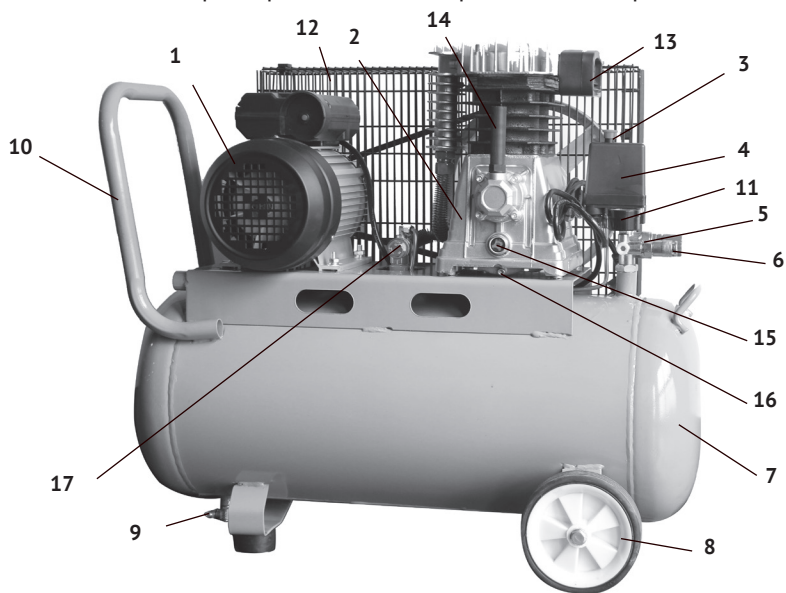

рис. 1
4.1 Общий вид компрессора схематично представлен на рис.1
4.2 Картер компрессорной группы (рис.1 поз.2) с двигателем (рис.1 поз.1) крепятся на металлической платформе корпуса ресивера (рис.1 поз.7). Вращение с якоря двигателя шкивами и клиновым ремнём передаётся на коленчатый вал компрессорной группы. Вращение коленчатого вала преобразуется кривошипно-шатунным механизмом в возвратно-поступательное движение поршней. Два цилиндра с параллельным вертикальным расположением, смонтированы на картере. Воздух, через воздушный фильтр (рис.1 поз.13) подаётся во впускные клапаны цилиндров. Сжатый воздух из выпускных клапанов цилиндров подаётся, через обратный клапан (рис.1 поз.17), в ресивер (рис.1 поз.7). При подключении к быстроразъёмным выходным штуцерам (рис.1 поз.6) шланга пневмоинструмента, сжатый воздух подаётся к инструменту. Выходное давление в штуцере (рис.2 поз.2) регулируется редукционным клапаном (рис.2 поз.4) и контролируется манометром (рис.2 поз.5).
уровнем в контрольном окне уровня масла (рис.1 поз.15).
Перед подключением компрессора к сети питания, убедитесь, что выключатель реле давления (рис.2 поз.1) находится в положение «Выкл.». Запустите компрессор, переведя выключатель в положение «Вкл.». Для обеспечения смазки поверхностей компрессорной группы при первом запуске, дать компрессору поработать в течение 3 - 5 минут с открытыми выходными штуцерами (рис.2 поз.2,3). После опробования на холостом ходу открыть вентиль (рис.1 поз.9) и слить конденсат. После первых 50-ти часов работы компрессора проверьте крепление винтов головок цилиндров и решётки ремённой передачи (рис.1 поз.12).
- открутить пробку заливной горловины (рис.1 поз.14);
- открутить болт сливного отверстия (рис.1 поз.16);
- через воронку залить новое масло, контролируя уровень через окно (рис.1 поз.15);
- снять защитную решётку (рис.1 поз.12), открутив болты крепления;